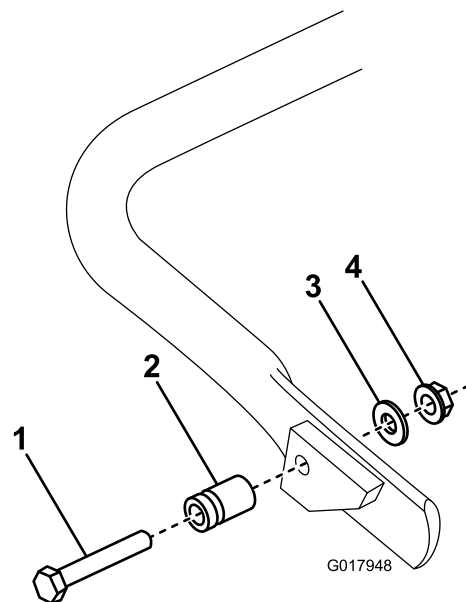

Bild 6
1. **Nur GR1600:** Befestigen Sie den Federbolzen mit der mitgelieferten Schraube, Scheibe und Bundkopfmutter an der rechten Seite des Ständers (Bild 6).